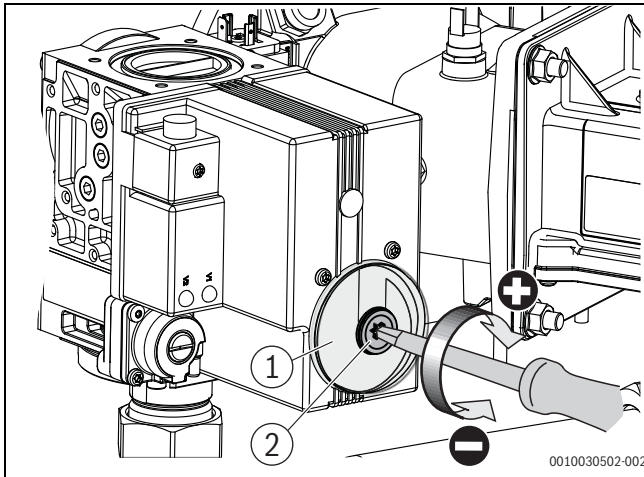

Bild 19 O₂-Gehalt bei Volllast einstellen (Kesselgröße 150 kW – 300 kW)
- ▶ Schutzkappe an der Gasarmatur abnehmen (→ Bild 19).
- ▶ O₂-Werte an der Volllast-Einstellschraube auf 4,5% -0,9%/+1,8% einstellen (→ Bild 19).